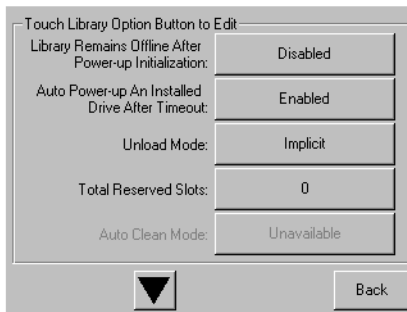

Figure 3-6. Écran Bacs réservés
2. Dans l'écran Library Options, sélectionnez le ▼ pour atteindre l'écran contenant l'option Total Reserved Slots (voir figure 3-6).